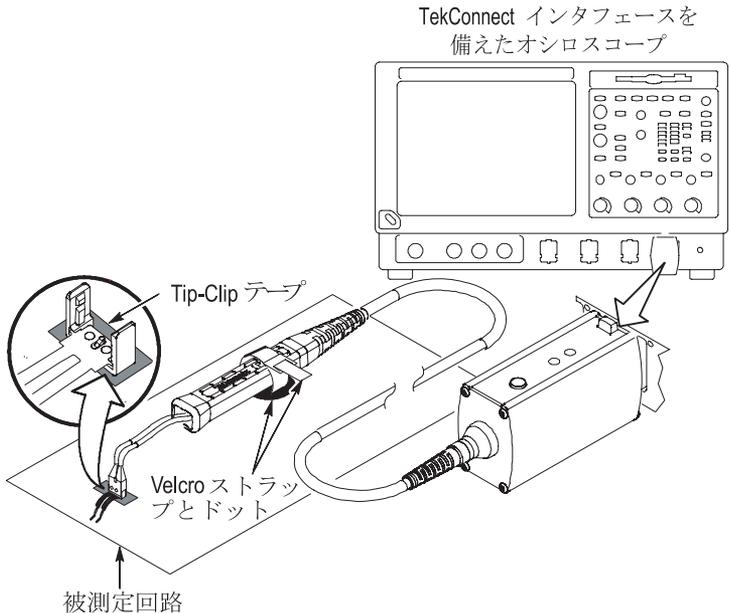

図 11 : 回路基板への接続
1. Tip-Clip テープを回路基板に取り付け、Tip-Clip アセンブリをテープに押し付けます。図 11 を参照してください。接着剤が固まるまでしばらく待ちます。
- 取り付けワイヤを変形させないでください。取り付けワイヤの変形を防ぐため、15 ページの図 11 に示すように、Tip-Clip テープを使用して、HBW Tip-Clip を回路基板に取り付けます。